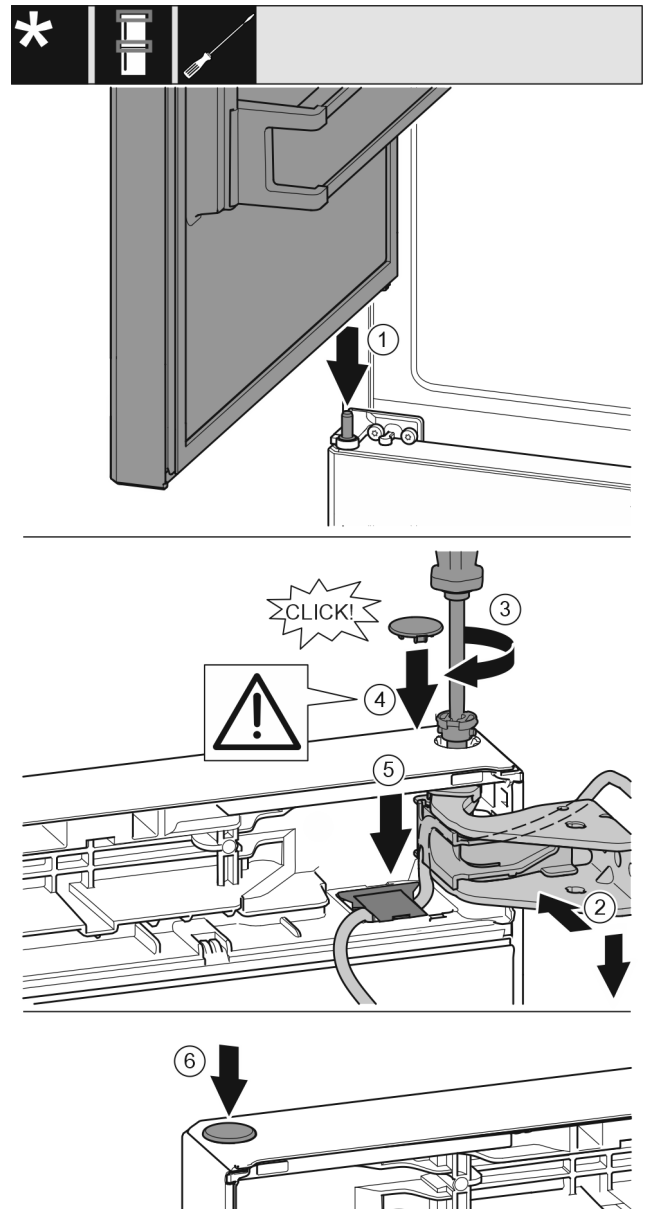

Fig. 42
- ▶ Futni derën lart mbi kunjën e kapjes në mes Fig. 42 (1)
- ▶ Niveloni derën lart në bazamentin mbështetës për hapjen e saj. Fig. 42 (2)
- ▶ Futni bulonat dhe mbërthejini me një kaçavidë T15. Fig. 42 (3)
- ▶ Montoni kapakun mbulues të siguresës për sigurimin e derës: Futni kapakun mbulues të siguresës dhe kontrolloni nëse ai puthitet mbi derë. Nëse jo, futeni bulonin plotësisht. Fig. 42 (4)
- ▶ Vendosni sërish në vend kapakun mbulues dhe shtypjeni për poshtë derisa të mbërthehet në vend. Fig. 42 (5)
- ▶ Vendosni tapat në vend. Fig. 42 (6)